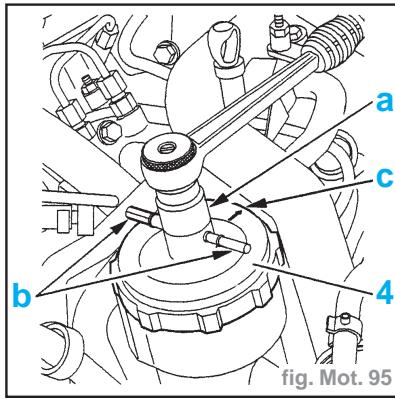

fig. Mot. 95
- Reposer le filtre à carburant (5).
- l'élément filtrant neuf (6), le positionner correctement
- la rondelle ondulée (7)
- le couvercle (4)
**Attention** : Positionner le couvercle (4) et les conduits (b) perpendiculaires au moteur (repère "c" situé côté filtre à air) (fig. Mot. 95).
- Appliquer une pression sur le couvercle (4) et desserrer simultanément d'un quart de tour.